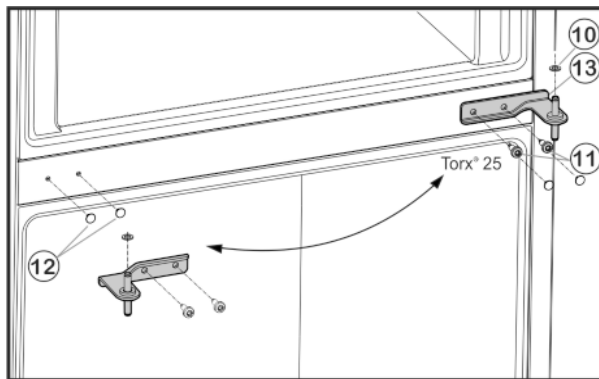

Fig. 6
- Óvatosan húzza le a burkolatokat Fig. 6 (12) és az ellenkező oldalra szerelje vissza.